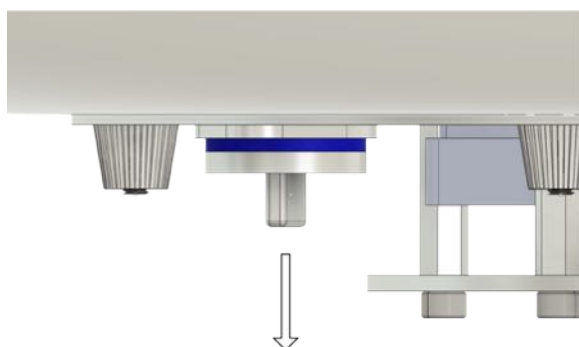

Abb. 3
3. Aby umożliwić szybszy wydostawanie się powietrza, należy otworzyć zamek skrętny na płycie podstawy (Rys. 3).